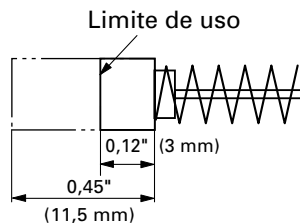

Fig. 29
4. Inspección de las escobillas de carbón (Fig. 29)